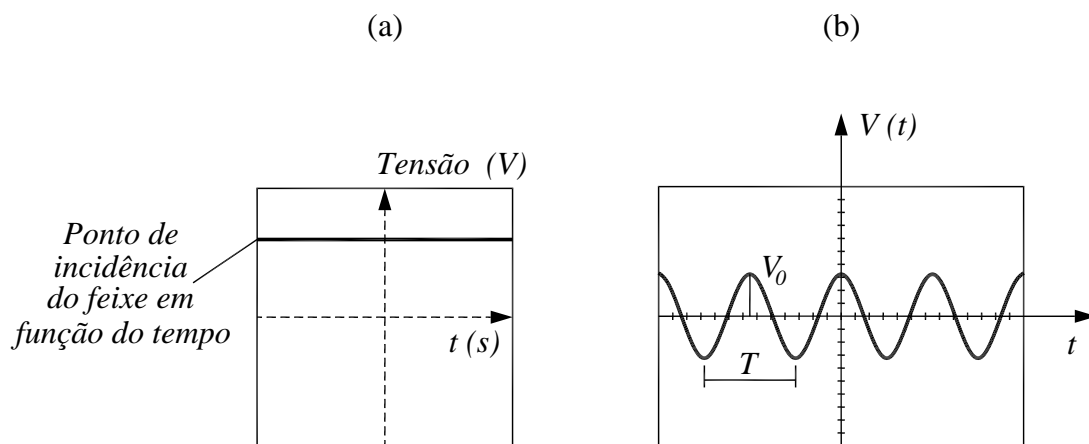

Figura 7 – Exemplos de medidas elétricas realizadas com um osciloscópio. (a) Tensão contínua. (b) Tensão alternada
Na figura 7 estão apresentados exemplos de duas tensões elétricas vistas na tela de um osciloscópio: em 7a, tensão elétrica contínua, e em 7b tensão alternada do tipo $V(t) = V_0 \cos(\omega t)$, para a qual é possível determinar a amplitude máxima (V_0) e o período de oscilação (T) correspondente.